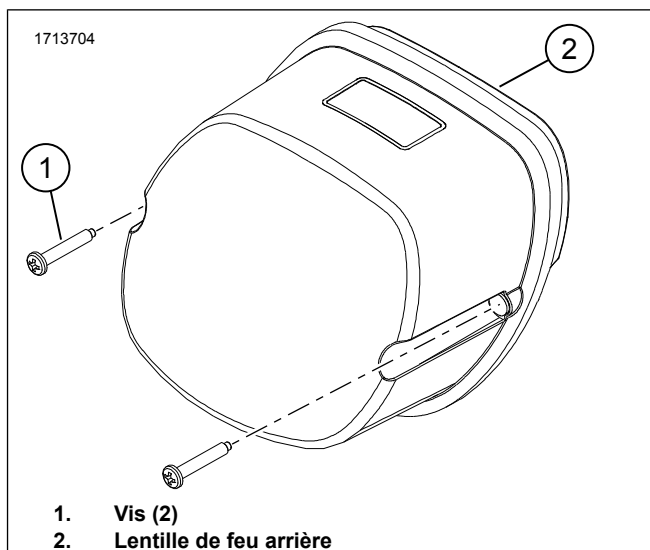
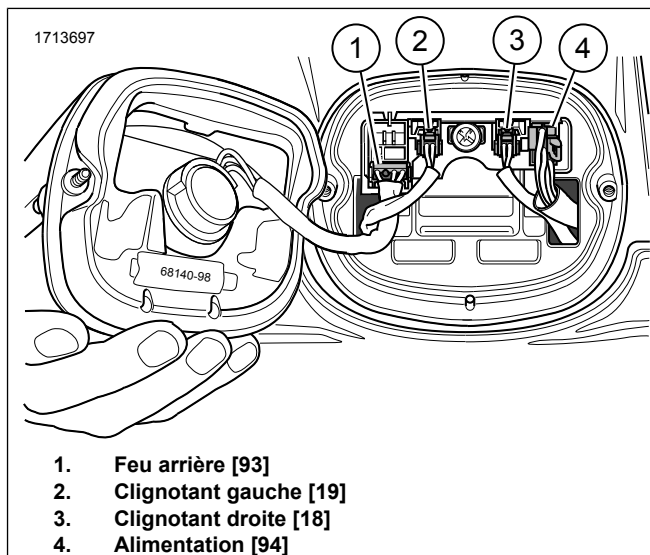

Figure 2. Lentille de Feu Arrière
Figure 3. Emplacements du connecteur
- a. Voir la Figure 2. Retirer les vis (1).
- b. Séparer la lentille du feu arrière (2) de l'assemblage de base.
- c. Voir la Figure 3. Déconnectez le connecteur (1) du feu arrière.